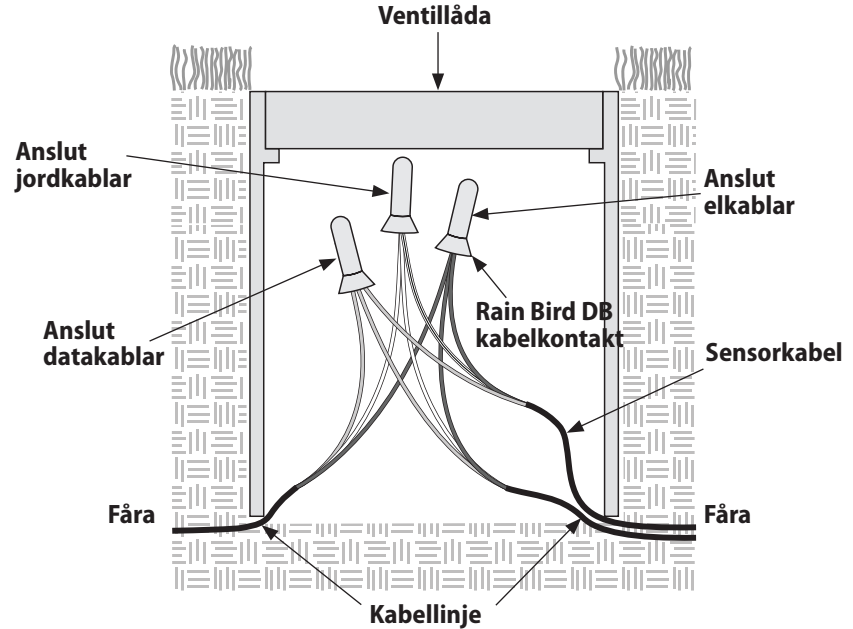

Bild 11 - Kopplingschema för ventillåda
- 1 På varje ventillåda, lokalisera och identifiera kabellinjen och sensorkabeln som visas på bild 11.